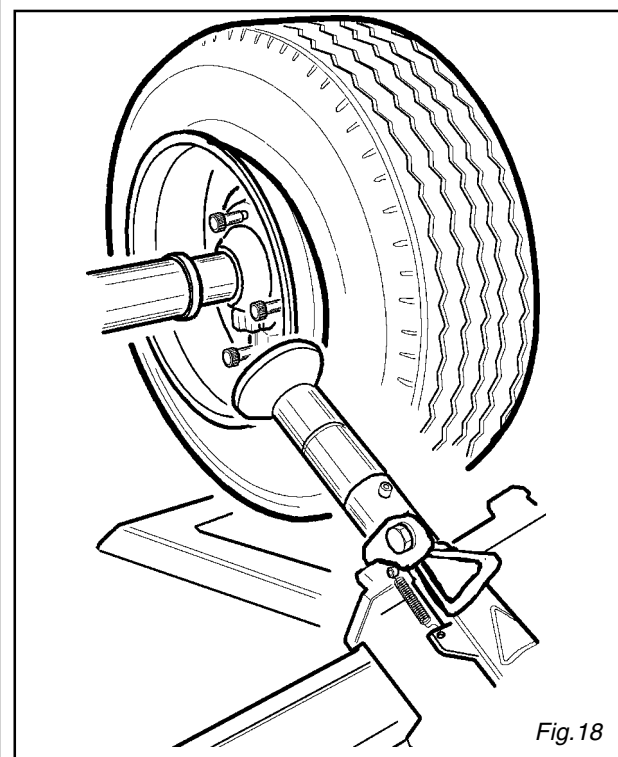

Fig. 18
- 7) Far ruotare la ruota e contemporaneamente fare avanzare il rullo a brevi scatti. (Fig. 18)
- 7) Repeat the operations until the second bead is completely detached (fig.18)
- 7) Faire tourner la roue et, en même temps, faire avancer le rouleau par petites saccades. (Fig.18)
- 7) Die Vorgänge am Punkt 5) und 6) wiederholen, bis vollem Abdrücken zweites Wulsts (Abb.18)
- 7) Agendo sulle leve (3) (4) fare in modo che il rullo di smontaggio del braccio dalla parte interna (17B) si posizioni in prossimità del bordo del cerchione.(Fig. 18/1)
- 8) Far ruotare la ruota e contemporaneamente fare avanzare il rullo del braccio porta-utensili (17B) a brevi scatti. (Fig. 18/1)
- 7) By means of levers (3) and (4) let the inside roller tool (17B) position itself close to the rim edge (fig.18/1)
- 8) Let the wheel turn and, at the same time, let the roller move forwards at brief steps. (fig. 18/1)
- 7) Actionner les leviers (3) (4) de sorte que le rouleau intérieur de démontage (17B) se positionne près du bord de la jante (fig. 18/1)